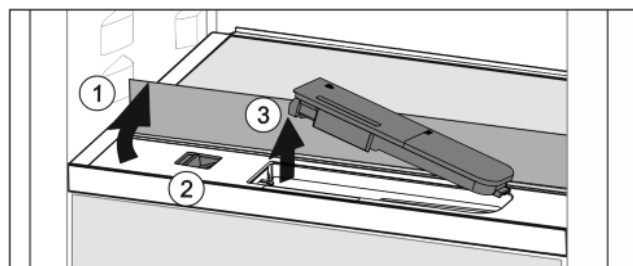

Fig. 47
- ▶ Podnieść płytę szklaną i złożyć ją z powrotem, aż do oporu Fig. 47 (1).
- ▶ Przesunąć suwak Fig. 47 (2) w lewo.
- ▶ Wyjmowanie zbiornika wody Fig. 47 (3).